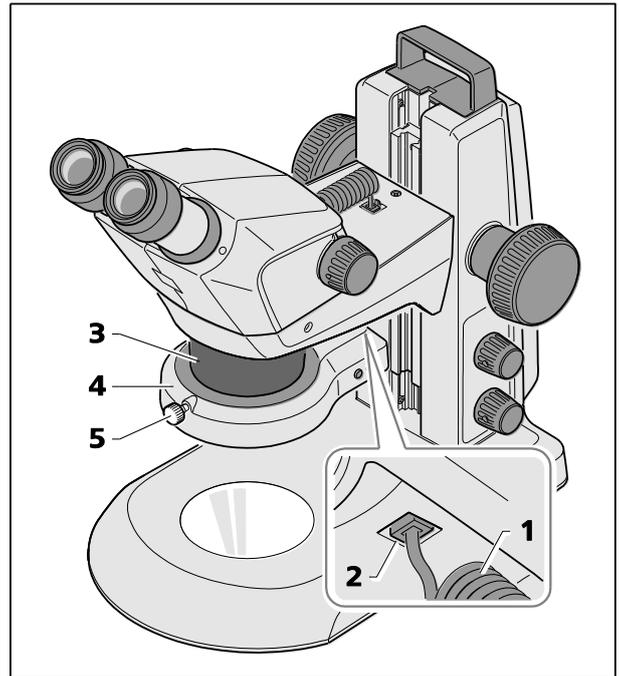
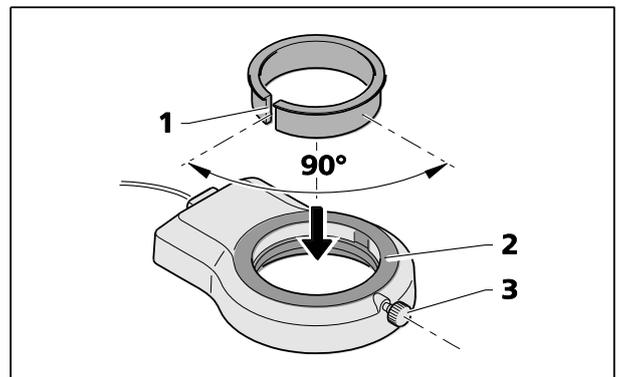

Fig. 13 Montage du dispositif d'éclairage annulaire sur le corps du microscope
Fig. 14 Montage du dispositif d'éclairage annulaire sur l'optique frontale 3
- Insérer le câble de connexion (Fig. 13/1) du dispositif d'éclairage annulaire (Fig. 13/4) dans la prise inférieure (Fig. 13/2) du support du Stemi et dans la prise de dispositif d'éclairage annulaire.
- Pousser le dispositif d'éclairage annulaire sur le corps du microscope (Fig. 13/3) par en dessous, et le fixer à l'aide de la vis moletée (Fig. 13/5).
- Insérer la bague adaptatrice fendue (fournie avec l'optique frontale) (Fig. 14/1) dans le dispositif d'éclairage annulaire (Fig. 14/2) par le dessus.
- Pousser le dispositif d'éclairage annulaire avec l'adaptateur vers le haut sur l'optique frontale et le fixer avec la vis de serrage (Fig. 14/3) (voir Fig. 13).
Le serrage est optimal si la fente (Fig. 14/1) de l'adaptateur se trouve à environ 90° par rapport à la vis de serrage (Fig. 14/3) du dispositif d'éclairage annulaire.